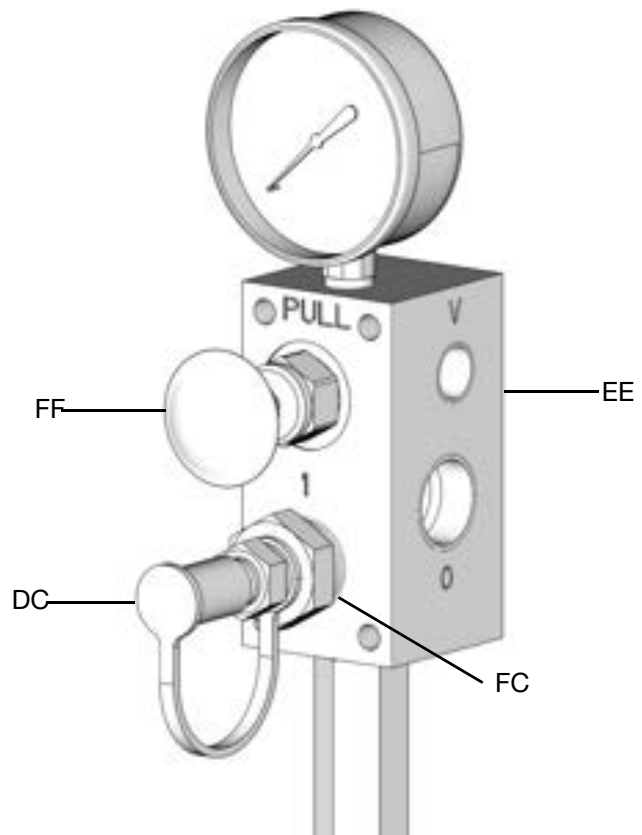

FIG. 15
3. Retire la cubierta antipolvo (CC) del acoplador de llenado (FC) en la válvula de llenado (EE) (FIG. 15).
- Conecte la línea de rellenado (GG) entre la bomba de la estación de llenado remoto (AA) y el puerto del acoplador de llenado (FC) marcado con "I" (FIG. 15).
- Desconecte la línea de rellenado (GG) del acoplador de llenado (FC) (FIG. 15).
- Vuelva a poner la cubierta antipolvo (DC) en el acoplador de llenado (FC).